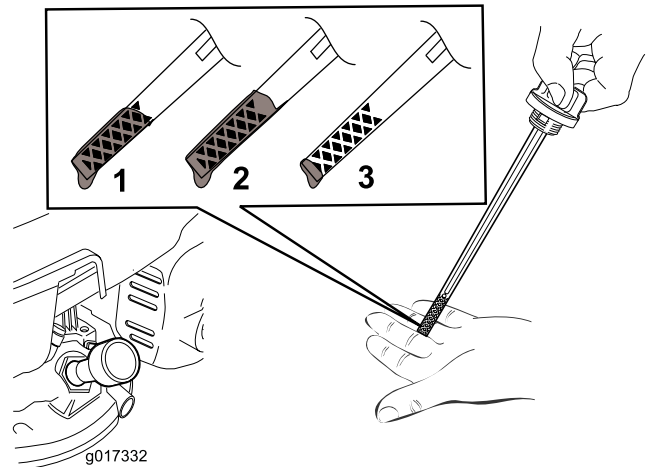

図 12
5. オイルの量の確認方法は 図 12を参照。
注 ディップスティックで量を確認しながら **図 12** に示される適正量までオイルを入れる。オイルを入れすぎてしまった場合には、**エンジンオイルの交換 (ページ 14)**の項に従って余分なオイルを抜き取ってください。